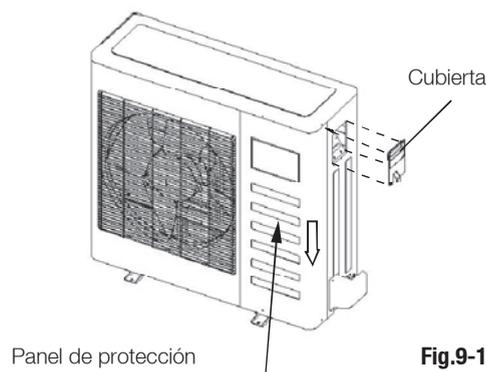

Fig.9-1
- Retire los pernos de la cubierta. (Si no existe una cubierta en la unidad exterior, remueva los tornillos del panel de mantenimiento y presione el panel en dirección a la flecha para retirar el panel de protección). (Ver Fig. 9-1, Fig. 9-2, Fig. 9-3).